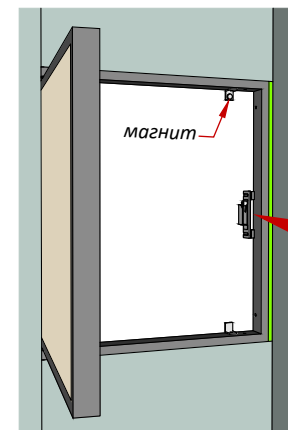

Рис. 15
4) Отодвиньте платформу с замком вглубь, чтобы замок не касался створки во время укладки плитки (Рис.15).
5) На один стопорный уголок прикрепите неодимовый магнит (Рис.15) и утопите уголок с магнитом так, чтобы от магнита до створки было 1-3 мм, он будет удерживать створку люка в момент укладки плитки. Отрегулируйте второй стопорный уголок таким образом, чтобы не нарушалась плоскость створки люка со стеной.